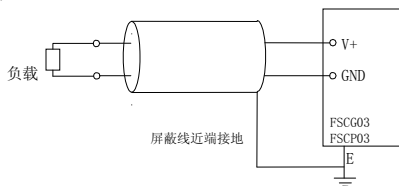

图 2-33 V+电源输出端子接线示意图
2.12.4 V+端子输出+5V/10mA 或+10V/10mA 电源，其接线示意图如图 2-33 所示。